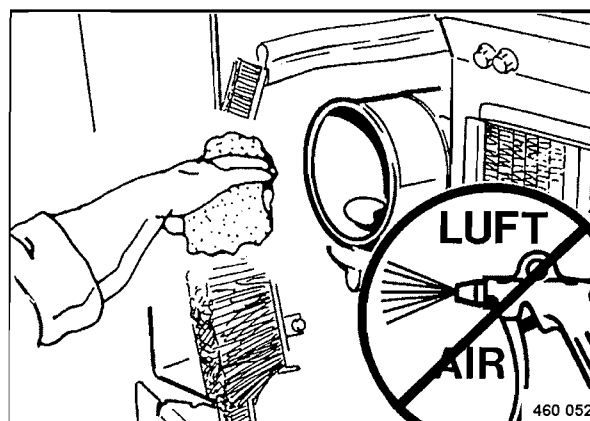

Fig. 86
- Limpiar la carcasa del filtro de aire con un paño (Fig. 86).